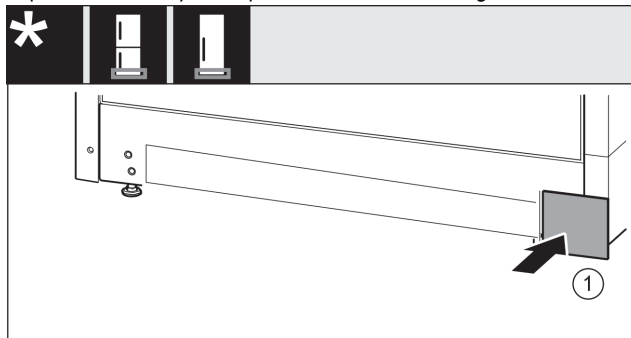

Fig. 18
- ▶ Знову одягнути кришку з іншого боку. Fig. 18 (1)